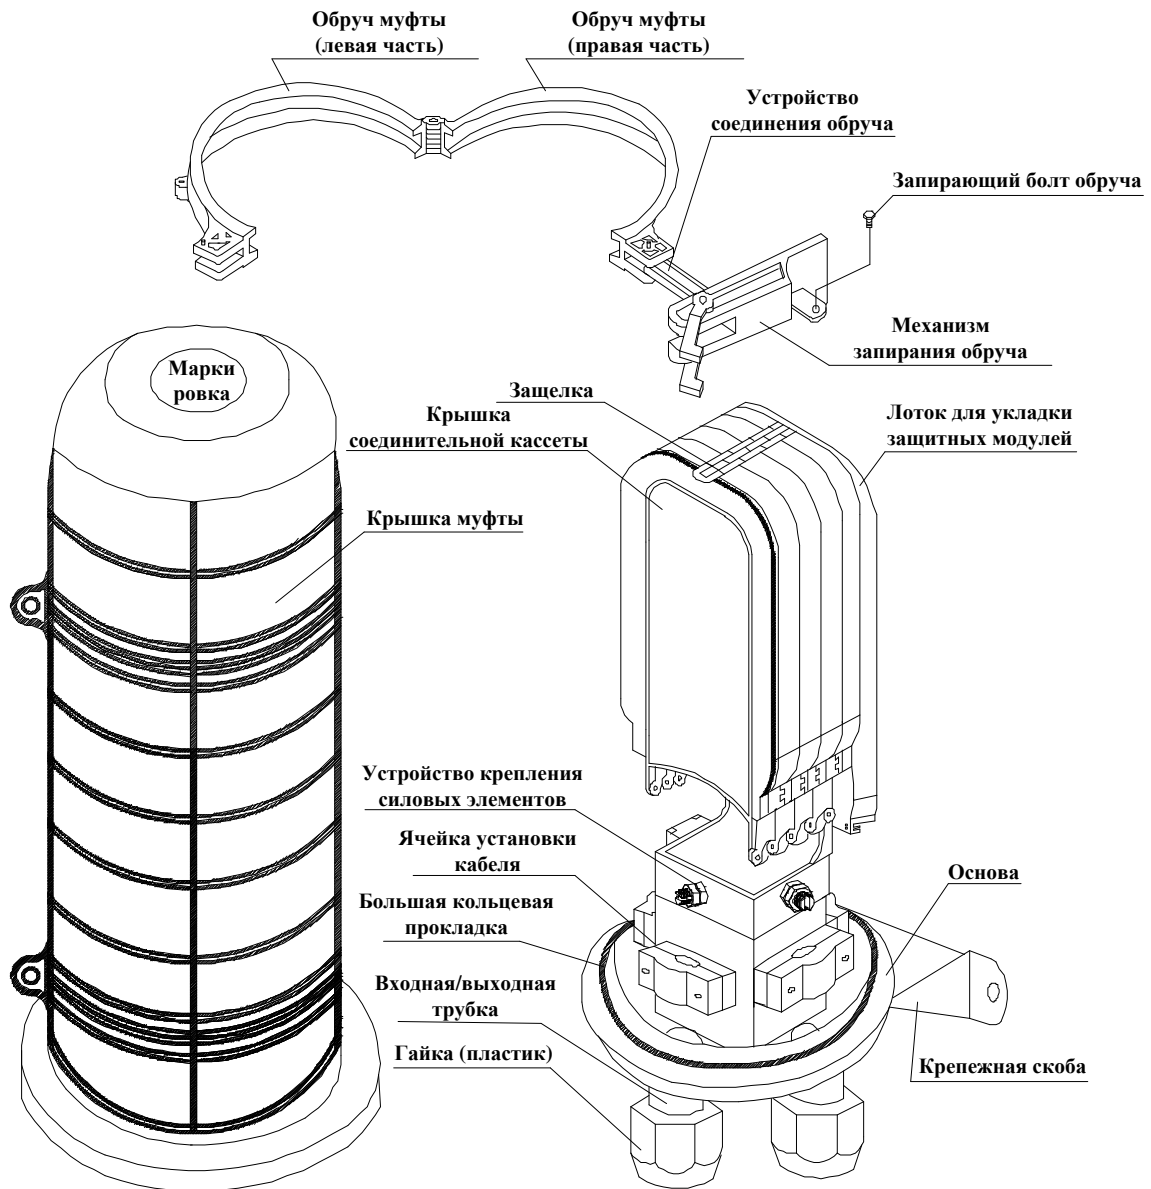

Рисунок 1
- ① Снимите болт, скрепляющий обруч и отожмите систему запираения, после чего снимите обруч с муфты.
- ② Снимите крышку муфты.
- ③ Снимите сплайс-пластины муфты.
- ④ Снимите гайки, прокладки и герметизирующие кольца с соответствующих входных/выходных трубок муфты, выбранных с учетом диаметров кабелей.
- ⑤ Для жесткого крепления муфты применяется держатель. Фиксируем основание муфты в этом держателе.
- 6.1.4 Смотрите рисунок 1.